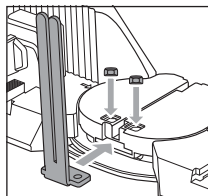

Fig. 2
- ◆ Glissez la première barre de guidage **7** dans un logement et n'introduisez au début qu'un écrou autobloquant **10** avec le côté plat dans l'évidement (voir fig. 2).